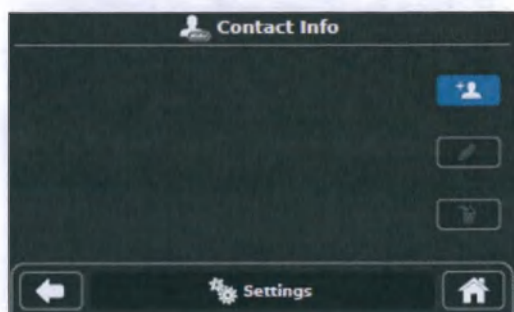

Рисунок 30 — Создание записи с КОНТАКТНОЙ ИНФОРМАЦИЕЙ
3. На экране «КОНТАКТНАЯ ИНФОРМАЦИЯ» коснитесь кнопки «СОЗДАТЬ НОВЫЙ» для перехода к экрану клавиатуры (рисунок 30).